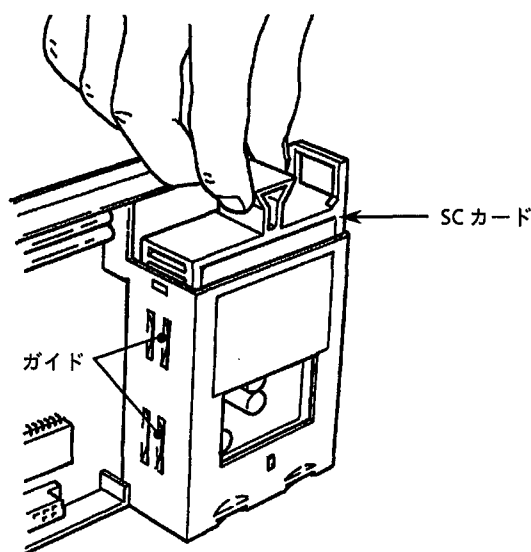

図11.6 SCカードの交換
- ① フロントパネルをスイングアップし、内器を引き出します。
- ② SCカードの上部中央にある引き上げノブを持ち、(熱電対入力SCカードの場合、RJC用ケーブルに注意しながら)カードを引き上げます(図11.6参照)。